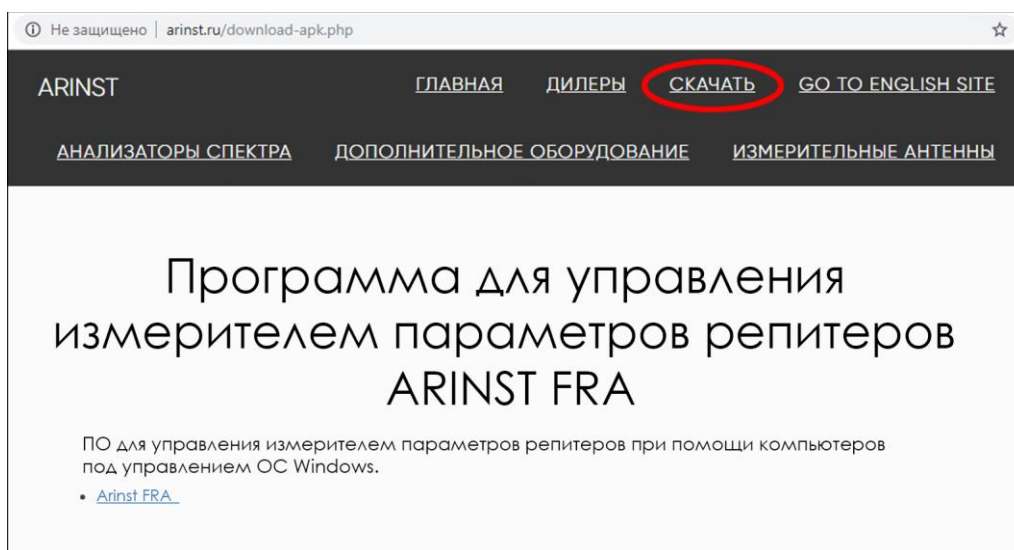

Рисунок 7.1 – Загрузка установщика приложения
7.1. Зайдите на официальный сайт ARINST, введя в адресной строке вашего браузера адрес [www.arinst.ru](http://www.arinst.ru). Перейдите в раздел **СКАЧАТЬ** и кликните по файлу установки приложения для управления измерителем параметров репитеров **ARINST FRA** (Рисунок 7.1).